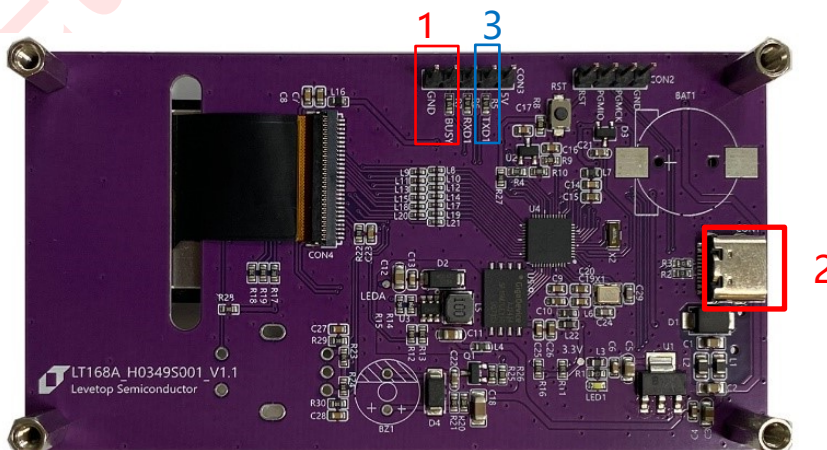

图 2-11: LT168A 接线示意图
1、接线说明，如前面图 2-11 所示，进行烧录前，先将标注 1 处的 busy 引脚和 GND 相连，通过标注 2 出 USB 口供电，通过标注 3 处 TX 与 USB 转 TTL 模块 (如图 2-12) 的 RX 相连，RX 与 USB 转 TTL 模块的 TX 相连，GND 与 USB 转 TTL 模块的 GND 相连，USB 转 TTL 模块的 USB 端与电脑连接。